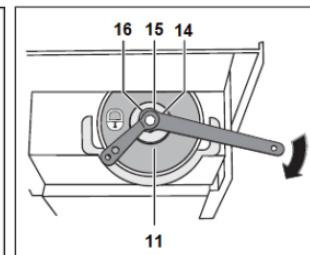

Рис. 4
3. Удерживая ключом (входит в комплект) шпиндель 16 (рис. 4), другим ключом (входит в комплект) открутите гайку 15 (рис. 4) и снимите или установите диск 11 (рис. 4).
4. Установите наружный фланец 14 (рис. 4) и, с помощью ключей, крепко затяните гайку 15 (рис. 4).